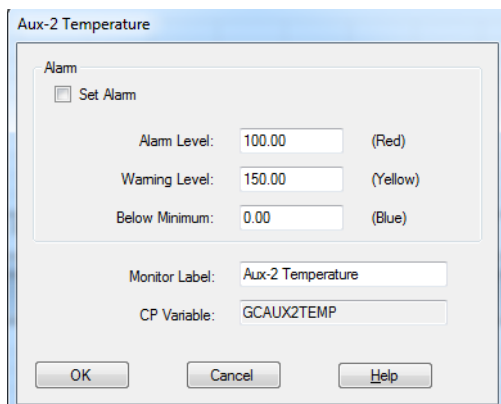

Figure 36 Configuration de l'alarme du moniteur
- 5 Pour régler l'alarme d'un moniteur, double-cliquer sur un moniteur affiché dans la vue Instrument Control (Pilotage de l'instrument) pour ouvrir la boîte de dialogue de ce moniteur pour le réglage des alarmes. (Voir **Figure 36**.)